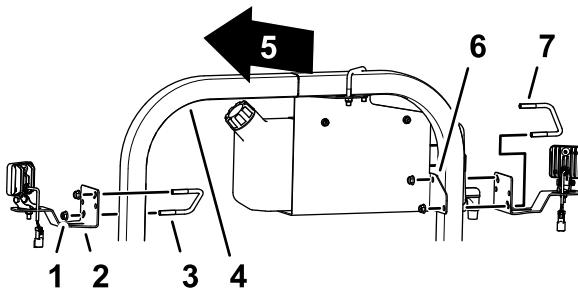

Figure 5
1. Sur le côté gauche du système ROPS, retirez l'étrier fileté (3/8" x 3 1/2" x 2-13/16") et le contre-écrou à embase qui fixent le support du réservoir d'eau douce sur le tube du système ROPS (Figure 5).
2. Fixez l'éclairage à LED et le support au tube du système ROPS et au support du réservoir d'eau douce, comme montré à la Figure 5, avec l'étrier fileté ( $\frac{3}{8}$ " x  $3\frac{1}{2}$ " x 2-13/16") et le contre-écrou à embase ( $\frac{3}{8}$ ") que vous avez retirés à l'opération 1.
3. De l'autre côté du tube du système ROPS, fixez l'éclairage à LED et le support au tube du système ROPS à l'aide d'un étrier fileté ( $\frac{3}{8}$ " x  $3\frac{1}{2}$ " x 2-13/16") et d'un contre-écrou à embase ( $\frac{3}{8}$ ") provenant du kit projecteurs d'éclairage arrière (Figure 5).